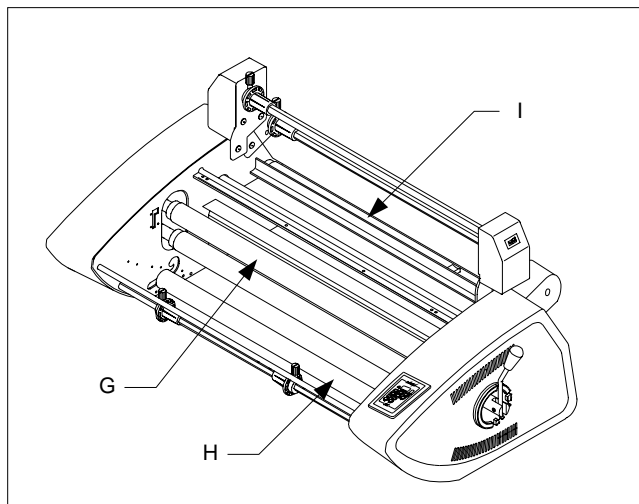

Fig. 4
G. HEAT ROLLERS: Silicone rubber coated steel tubes heat the laminating film and compress the heated film to the items being laminated. Heat is provided by an internal heating element. The heat rollers are motor driven for ease of loading new film (Figure 4).
H. IDLER BAR: The idler bars, located near each supply roll, are used to direct the film to the heat rollers. The bottom Idler Bar is movable to ease film loading (Figure 4).
I. PULL ROLLERS: The pull rollers, located at the back of the laminator, are motor driven. They simultaneously pull the film and improve the quality of the laminated item (Figure 4).
G. HEISSWALZEN: Stahlrohre mit Silikon-Gummibelag. Diese erhitzen die Laminierfolie and drücken die heiße Folie auf die zu laminierenden Artikel. Die Hitze wird durch ein eingebautes Heizelement geliefert. Die Heißwalzen werden motorisch angetrieben, womit das Einführen neuer Folien erleichtert wird (Abb. 4).
H. LEITSTANGE: Mit den Leitstangen, die sich in der Nähe der Spulen befinden, wird die Folie zu den Heißwalzen geleitet. Die untere Leitstange ist beweglich, womit das Einführen neuer Folien erleichtert wird (Abb. 4).
I. ZUGWALZEN: Die Zugwalzen auf der Rückseite des Laminiergeräts werden motorisch angetrieben. Sie dienen dazu, die Folie zu ziehen und gleichzeitig die Qualität des laminierten Artikels zu verbessern (Abb. 4).
G. WARMTEROLLERS: Dit zijn stalen buizen met een coating van siliconenrubber, die de lamineerfilm verhitten en deze tegen de te lamineren documenten drukken. De warmte wordt geleverd door een intern verwarmingselement. De warmerollers worden aangedreven door een motor, zodat invoeren van nieuwe film eenvoudig is (zie afb. 4).
H. VRIJLOOPROL: De vrijlooprollen die zich bij de toevoerrollen bevinden, worden gebruikt om de film naar de warmerollers te leiden. De onderste vrijlooprol is uitneembaar om het laden van de film te vergemakkelijken (zie afb. 4).
I. TREKROLLERS: De trekrollers, die zich aan de achterzijde van de laminator bevinden, worden door een motor aangedreven. Ze zorgen er voor dat de film door het apparaat wordt getrokken en de kwaliteit van het gelamineerde document wordt verbeterd (zie afb. 4).
G. ROULEAUX CHAUFFANTS: tubes en acier recouverts de caoutchouc siliconé, utilisés pour chauffer le film de plastification et le faire adhérer par pression sur les documents à plastifier. La chaleur est dégagée par un élément chauffant interne. Les rouleaux chauffants sont actionnés par un moteur pour faciliter le chargement de nouvelles bobines (Figure 4).
H. BARRES DE TRANSFERT: Ces barres de transfert, situées près de chaque rouleau d'alimentation, permettent de diriger le film vers les rouleaux chauffants. La barre de transfert inférieure est amovible pour faciliter le chargement des bobines de film (Figure 4).
I. ROULEAUX D'ENTRAÎNEMENT: les rouleaux d'entraînement, situés à l'arrière de la plastifieuse, sont actionnés par un moteur. Ils entraînent le film et améliorent la qualité de plastification (Figure 4).